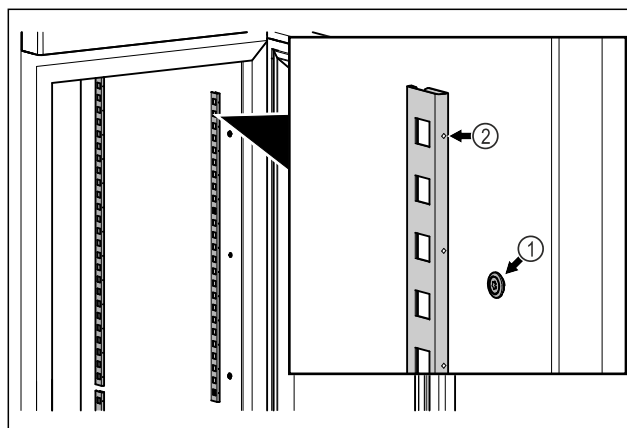

Fig. 17 Simbolična slika
- ▶ Zagozdne letve obesite na Fig. 17 (1) obešalni element. Oznaka Fig. 17 (2) mora biti obrnjena naprej.